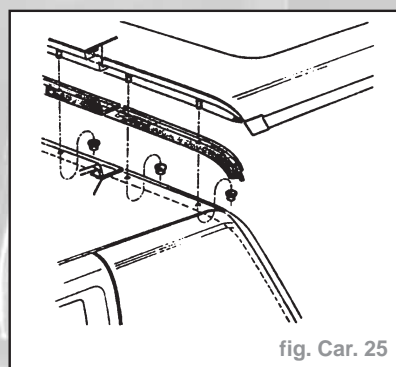

fig. Car. 25
- les écrous du hard-top à la tôle de toit - 5 écrous (fig. Car. 25).